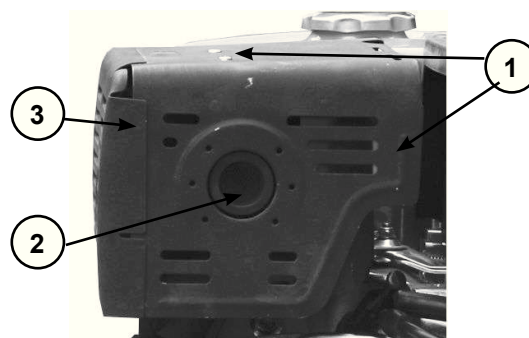

Рис.15
### ОБСЛУЖИВАНИЕ ГЛУШИТЕЛЯ (Рис.15)
1. Открутите болты(1) 3 шт. и снимите крышку глушителя(3) Рис.15